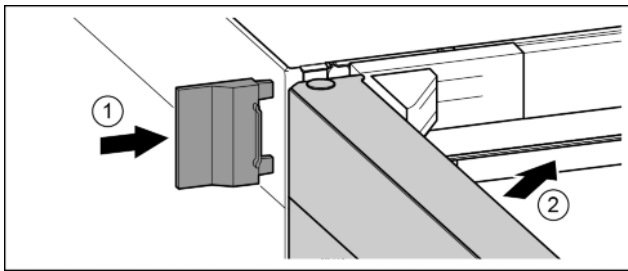

Fig. 26
- ▶ Äußere Abdeckung aufschieben. Fig. 26 (1)
- ▶ Obere Tür schließen. Fig. 26 (2)